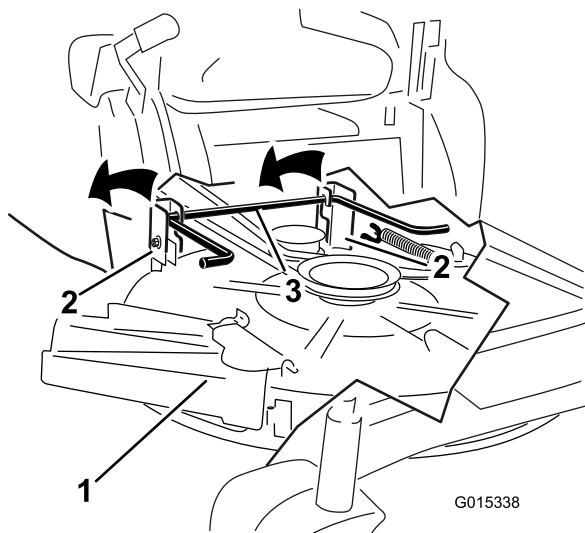

Figure 56
5. Soulevez et enlevez le plateau de coupe et les supports de la tige de levage arrière et abaissez la tondeuse au sol avec précaution (Figure 56).
5. Soulevez l'arrière du plateau de coupe et guidez les supports sur la tige de levage arrière (Figure 56).